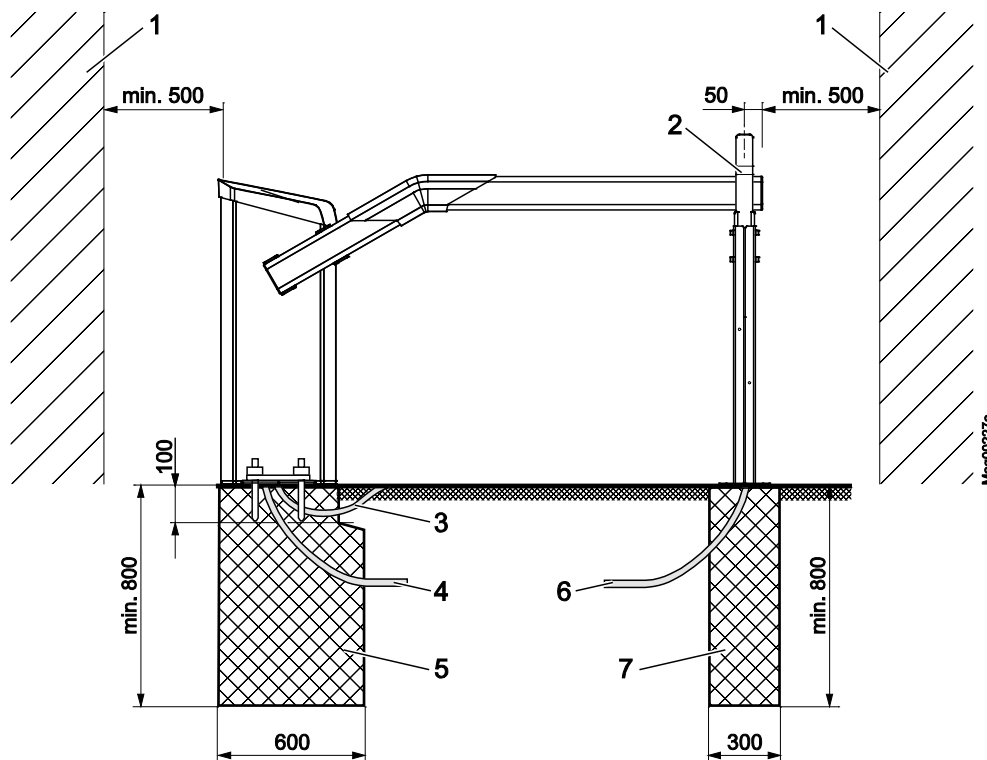
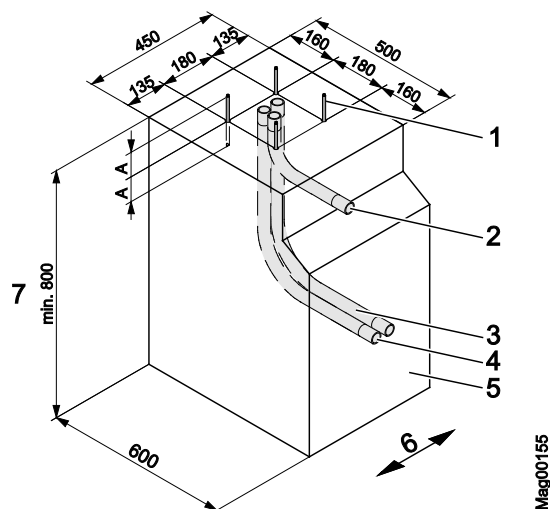
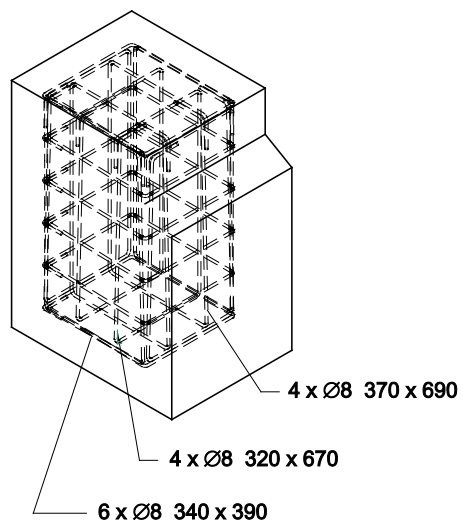
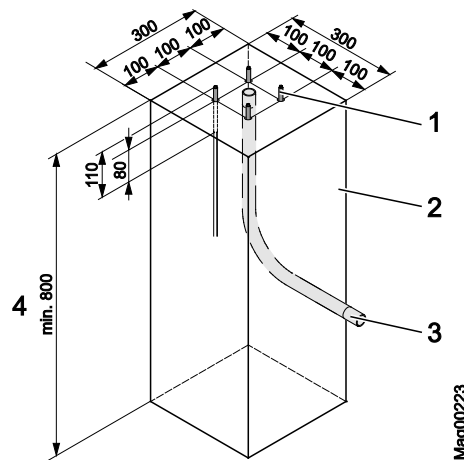

Abb. 13: Montage Schrankenanlage, hier dargestellt für Schrankentyp "Access/Parking" (Maße in mm)
Abb. 14: Fundamentplan (Maße in mm)
Abb. 15: Armierungsgeflecht (Maße in mm)
Abb. 17: Fundamentplan Auflagepfosten und Lichtschrankenpfosten
Quetsch- und Schergefahr bei einem zu geringen Sicherheitsabstand zwischen Schrankenbaum und anderen Objekten! Ein schließender oder öffnender Schrankenbaum kann bei einem zu geringen Sicherheitsabstand zu anderen Objekten zu schweren Quetschungen oder Verletzungen führen! – Zwischen Schrankenbaum und anderen Objekten wie Wände, Mauern oder Häuser einen Sicherheitsabstand von mindestens 500 mm einhalten. → Siehe Seite 24, Kapitel 2.7. – Schrankenanlage gemäß Abb. 13 montieren und installieren.
- Zwischen der Schrankenbaumspitze und anderen Objekten wie Wände, Mauern oder Häuser einen Sicherheitsabstand von mindestens 500 mm einhalten. → Siehe Seite 51, Abb. 13.
→ Siehe Seite 51, Abb. 13 bis Seite 53, Abb. 15.
→ Siehe Seite 53, Abb. 14.
1. Fundamentloch gemäß Abb. 13 und Abb. 14 ausheben.
2. Armierungsgeflecht gemäß Abb. 15 im Fundamentloch verlegen.
3. Leerrohre gemäß Abb. 14 im Fundamentloch verlegen.
5. Fundament mit Beton gemäß Abb. 14 ausbetonieren.
→ Siehe Seite 51, Abb. 13.
1. Fundamentloch gemäß Abb. 13 und Abb. 17 ausheben.
2. Leerrohr gemäß Abb. 17 im Fundamentloch verlegen.
4. Fundament mit Beton gemäß Abb. 17 ausbetonieren.